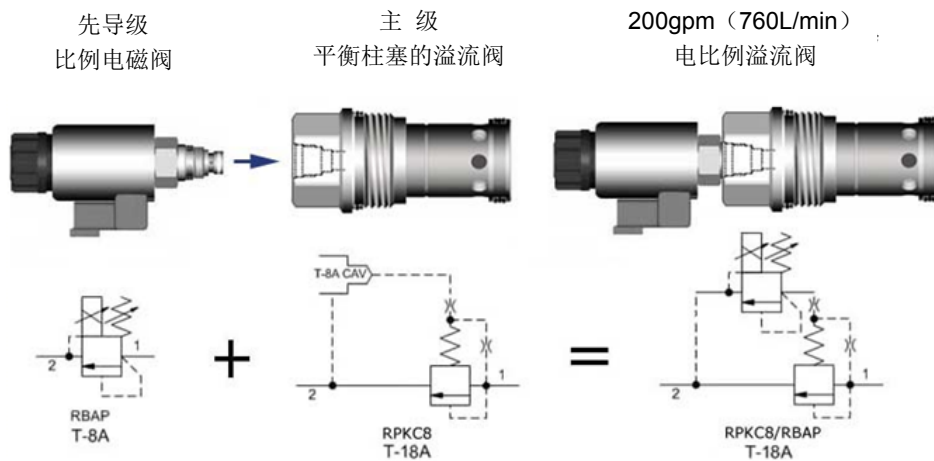

图 1.
- 额定流量为0.25gpm (1L/min)。(当和主级溢流阀或者减压阀一起使用时，流量将会达到200gpm[760L/min]。如图1所示)